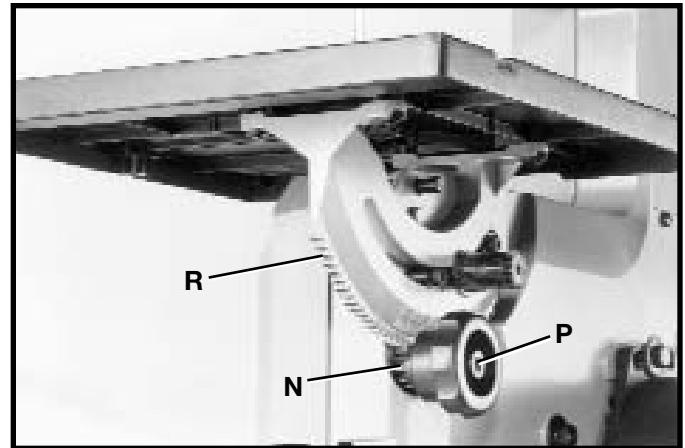

Fig. 10
7. Posicione la perilla del piñón (N) Fig. 10 sobre el dorso de la sierra de tal manera que los dientes de la perilla del piñón (N) queden engranados con los dientes del muñón (R). Afíáncela en su sitio con el tornillo especial (P) y el resorte, utilizando la llave de casquillo hexa-gonal de 4 mm que se suministra con la sierra.